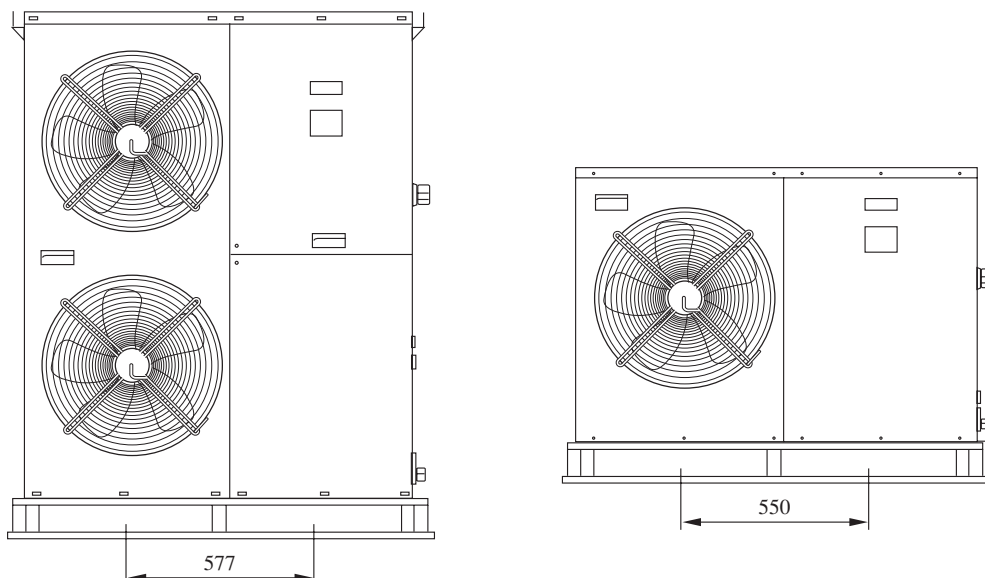
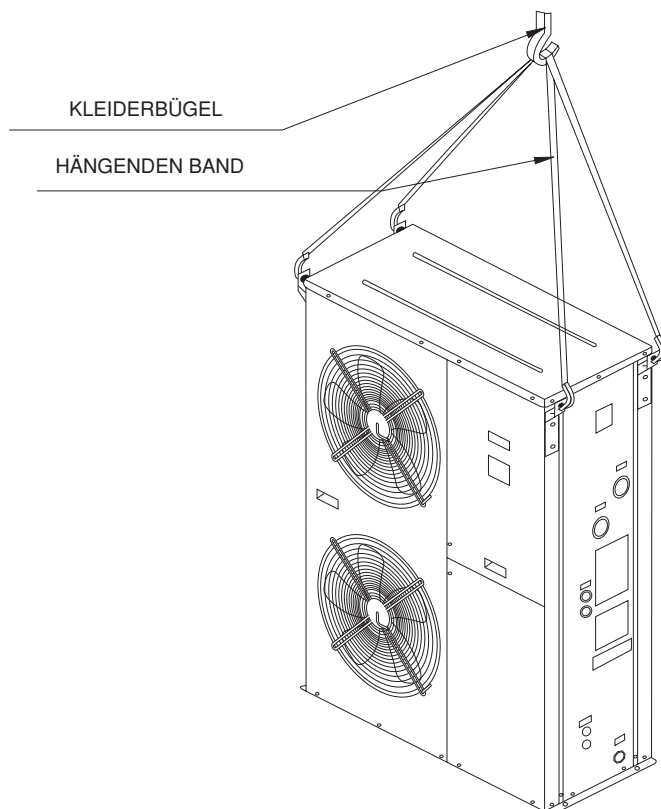

Abbildung 1
Abbildung 2
- Nehmen Sie Spreizstangen oder einen Gabelstapler, um das Gerät anzuheben. So vermeiden Sie Schäden an den Paneelen. In Abbildung 1 können Sie die Abmessungen der Palette für das Anheben sehen. Vermeiden sie heftige Bewegungen. Entfernen Sie die Palette erst dann, wenn das Gerät an seinem endgültigen Standort steht. Verwenden Sie, wenn nötig, einen Kran für eine Einheit mit mehr als 11 kW. Überprüfen Sie, dass die Aufhängegurte für das Gewicht des Geräts geeignet sind. Das Gewicht des Geräts können Sie in der Beschreibung nachlesen. Die Aufhängegurte dürfen weder die Spule, noch Front- oder Rückabdeckung berühren. Nehmen Sie Halteklammern (mit diesem Handbuch mitgeliefert), wie in Abbildung 2 zu sehen. Heben Sie das Gerät ein bisschen an, um zu sehen, ob es im Gleichgewicht ist. Rollen oder schaukeln Sie das Gerät nie.